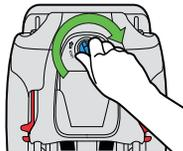

Figura 40
- Alinee el panel de acceso al arnés de los hombros con la abertura de la funda del respaldo del asiento y presiónelo. Para trabar el panel de acceso en su lugar, gire el cierre hacia la derecha, como se muestra en la **figura 40**.